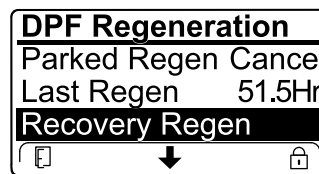

Figure 42
- Si le calculateur moteur n'a pas demandé de régénération d'urgence et que vous naviguez jusqu'à l'option RECOVERY REGEN, la régénération d'urgence se bloque et l'icône de blocage (Figure 42) apparaît en bas à droite de l'InfoCenter.